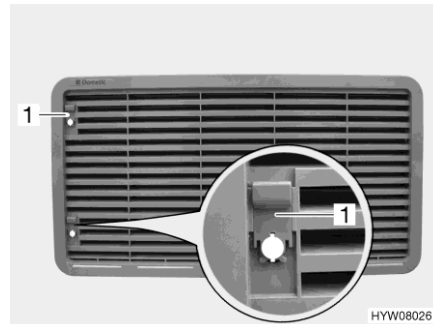

Bild 157 Kühlschrank-Lüftungsgitter
- Je nach Ausführung: Schieber (Bild 157,1) nach oben schieben oder Schraube (Bild 158,1) mit einer Münze eine viertel Umdrehung drehen.